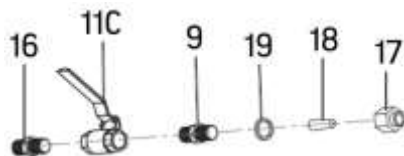

fig. 5
9. Pour assembler l'ensemble de buse, procédez de la façon suivante (fig. 5) :